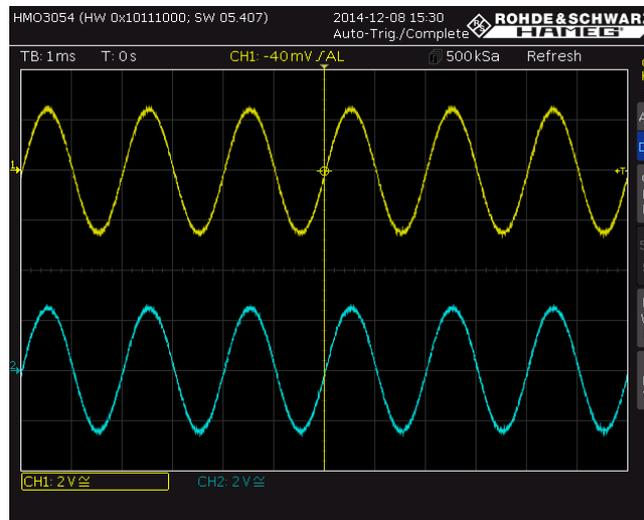

Bild 2-37: Darstellung von u_{in} (CH1, gelb) und u_{out} (CH2, cyan) nach dem "AUTO SET"
- Taste *Auto Set* drücken. Getriggert wird auf die steigende Flanke der Eingangsspannung u_{in} (CH1). X- und Y- Ablenkung werden automatisch eingestellt (Bild 2-37).